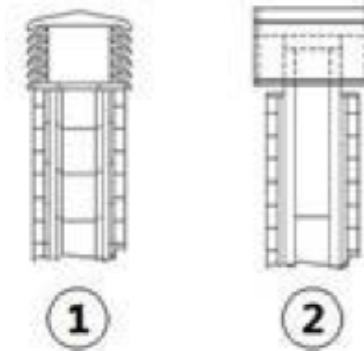

Fig. 4 - Comignoli antivento
- Si consiglia un comignolo di tipo antivento, vedi Fig. 4 .